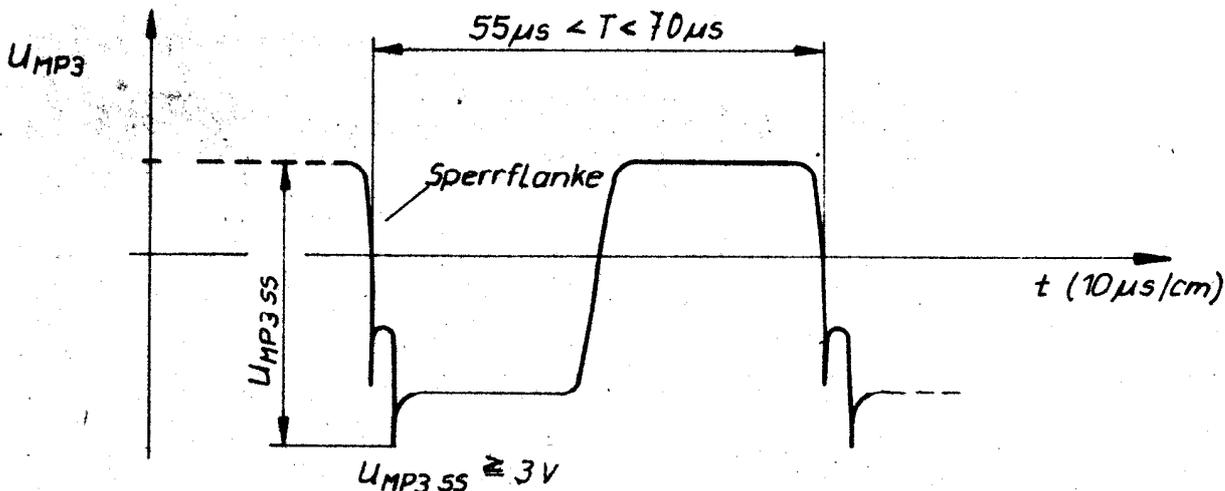

Bild 3: Steuerimpuls für die Zeilenendstufe
- Das Oszillogramm muß dem Bild 3 entsprechen.